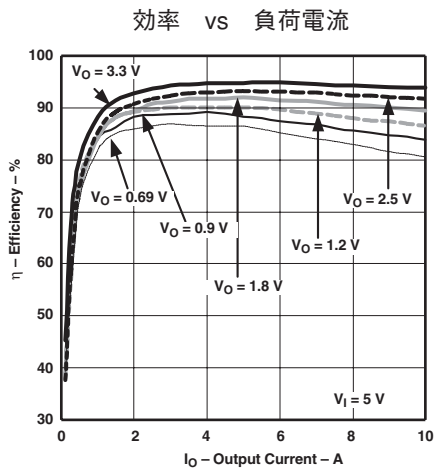
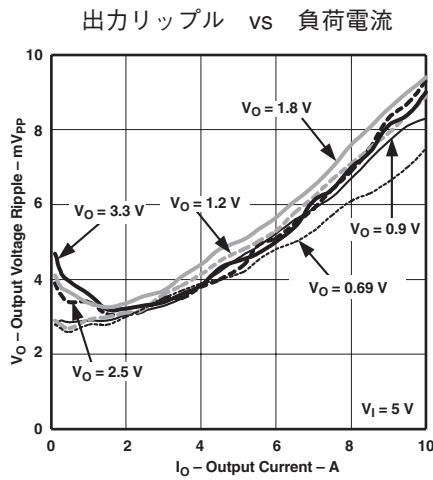
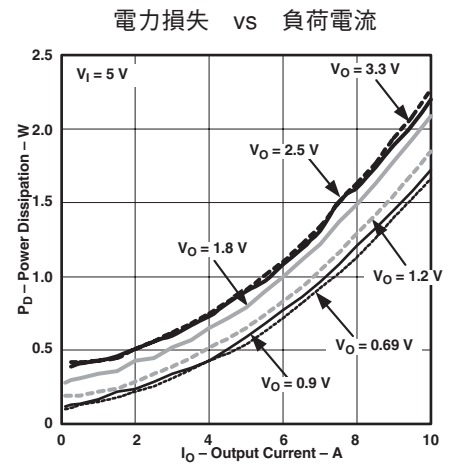

図 5
図 6
図 7
- (1) 電気的特性データは、25°C でテストした実際の製品から求めたものです。このデータは、コンバータの代表的データと考えられます。図5、図6、および図7に対して適用されます。